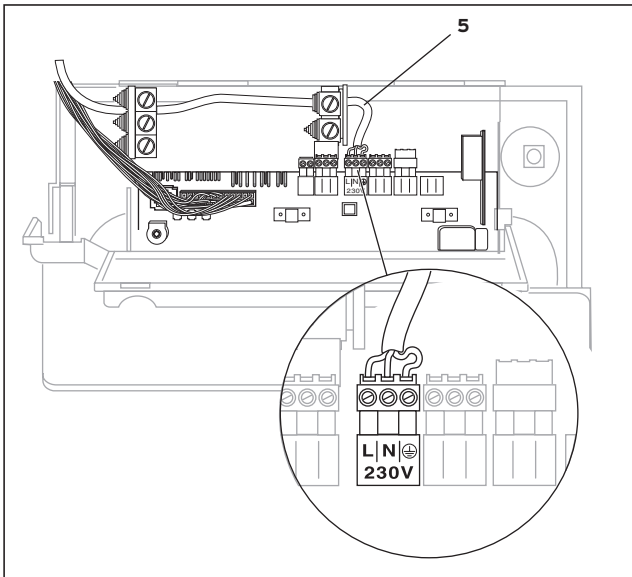
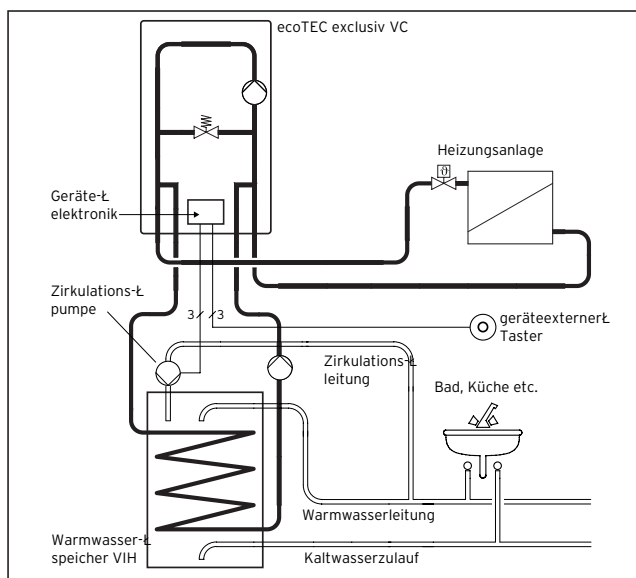
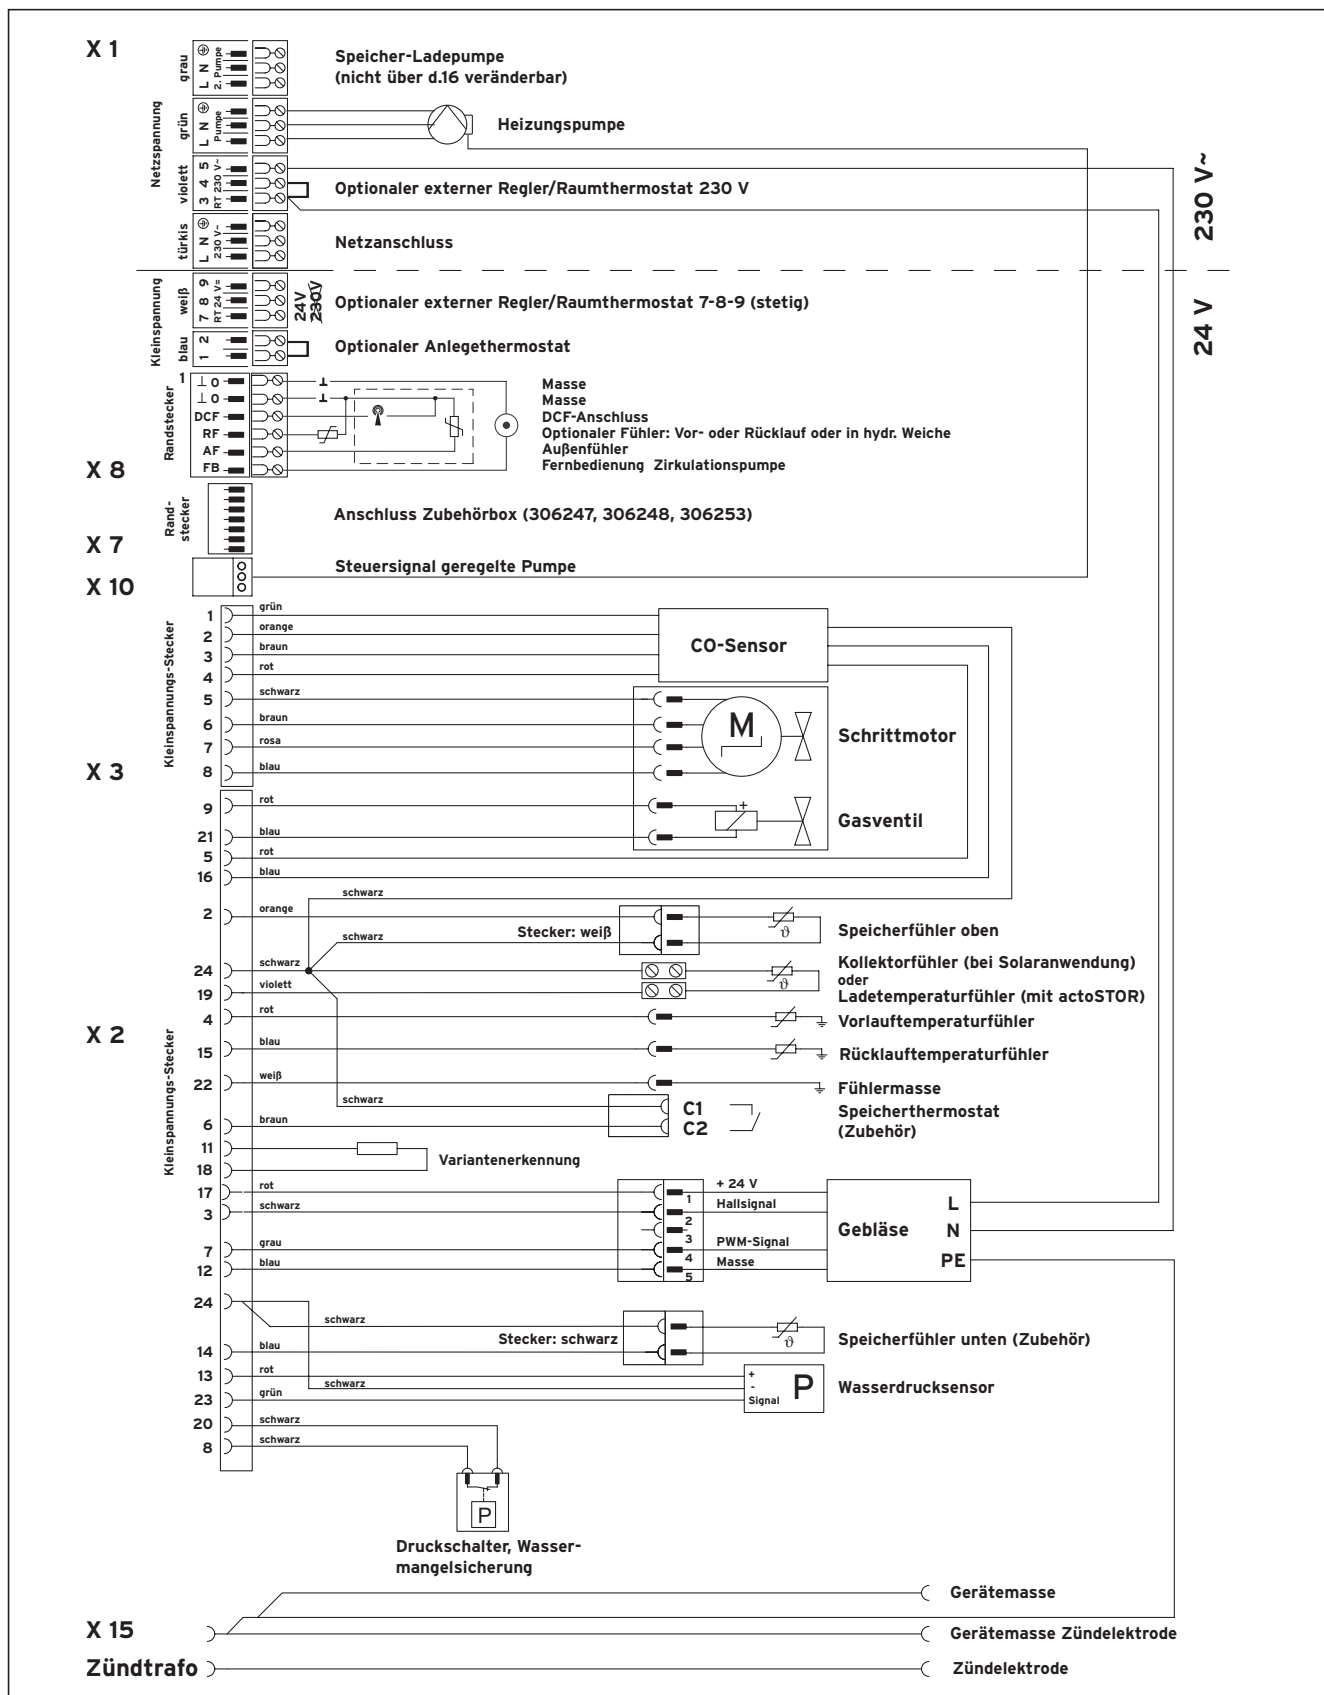

Abb. 4.16 Beispiel für Kabeleinführung
Abb. 4.17 Bedarfsabhängige Ansteuerung einer Zirkulationspumpe
Abb. 4.18 Anschlussplan ecoTEC exclusiv VC
- Nehmen Sie die Frontverkleidung des Gerätes ab und klappen Sie die Elektronikbox (1) nach vorn.
- Clipsen Sie den hinteren Deckel (2) der Elektronikbox an den Stellen (3) aus und klappen Sie den Deckel hoch (s. Abb. 4.16).
- Führen Sie die Anschlussleitungen der jeweiligen, anzuschließenden Komponenten durch die Kabelführungen (4) links an der Geräteunterseite.
- Führen Sie anschließend die Anschlussleitungen (5) in die Elektronikbox ein und längen Sie die Leitungen ab (s. Abb. 4.17).
- Führen Sie anschließend die Anschlussleitungen (5) in die Elektronikbox ein und längen Sie die Leitungen ab (s. Abb. 4.16).
- Schließen Sie die Anschlusskabel entsprechend Abb. 4.18 an die ProE-Stecker bzw. Steckplätze der Elektronik an.
Die Elektronik des ecoTEC VC 466/2-E bietet die Möglichkeit, die Zirkulationspumpe eines Warmwasserspeichers bedarfsgerecht (ähnlich wie ein Treppenlichtautomat) anzusteuern (s. Abb. 4.17). Die Ansteuerung erfolgt über einen bauseits zu stellenden, geräteexternen Taster, der an einer beliebigen Stelle in der Wohnung, z. B. Bad oder Küche) installiert sein kann. Der Taster wird an Klemmen X8/1 und X8/6 der Elektronik des ecoTEC VC 466/2-E angeschlossen (s. Abb. 4.18). Bei Betätigung des Tasters wird die Zirkulationspumpe in Betrieb genommen. Nach Ablauf von 5 Minuten wird die Pumpe wieder abgeschaltet. Es können mehrere Taster parallel geschaltet werden. Unabhängig von der externen Ansteuerung der Zirkulationspumpe ist die Funktion „Ansteuerung durch programmierbare Zeitfenster“ durch einen Regler weiterhin möglich.
- Schließen Sie den Kollektorfühler (Art.-Nr. 25 35 30) an das entsprechende Anschlusskabel der Geräteelektronik an (s. Abb. 4.18). Die Brücke an der Lüsterklemme ist zu entfernen.
- Schließen Sie den unteren Solarspeicherfühler (Art.-Nr. 71 14 13) an das entsprechende Anschlusskabel der Geräteelektronik an (s. Abb. 4.18).
- Schließen Sie den oberen Solarspeicherfühler (Art.-Nr. 71 14 13) an das Anschlusskabel „Speicher-NTC-Anschluss“ der Geräteelektronik an (s. Abb. 4.18).
- Schließen Sie die Signalleitung „Warmwasseranforderung“ des externen Reglers an das Anschlusskabel „BW-Kontakt C1/C2“ der Geräteelektronik an (s. Abb. 4.18).